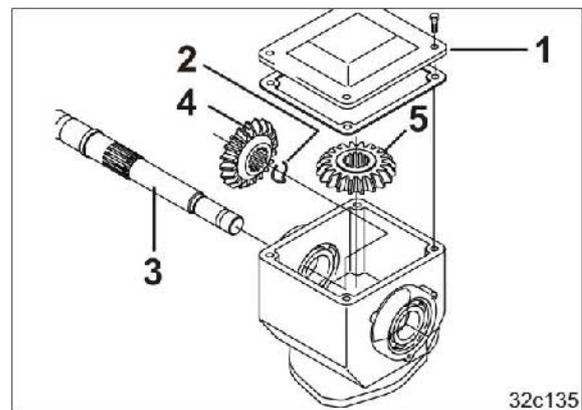

图 157
4. 打开变速箱盖（图 157/1）。
5. 拔出轴向固定件（图 157/2）。
6. 将驱动轴（图 157/3）从变速箱中拔出。
- 锥齿轮（图 157/4）从驱动轴上分离。
第二个锥齿轮（图 157/5）插在驱动轴上。